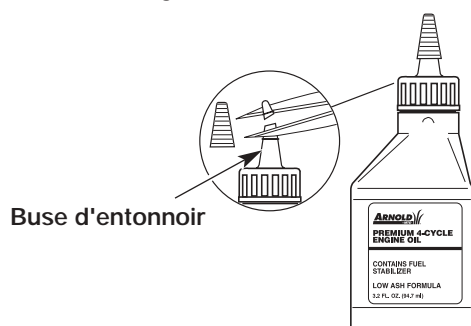

Fig. 4
Votre appareil est livré avec une bouteille d'huile SAE 30 SF, SG, SH de 100 ml (3,4 oz) (Fig. 4).
1. Dévisser le bouchon de la bouteille d'huile et retirez le papier couvrant l'ouverture. Remplacez le bouchon. Coupez la pointe de la buse de l'entonnoir (Fig. 4)